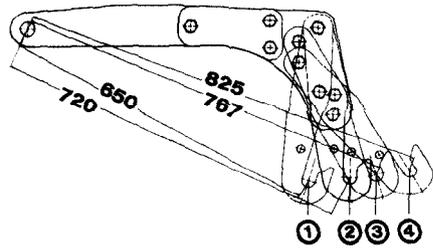

Fig. 31
- Kombinationen mit Packerwalze PW 420 nach Fig. 31.